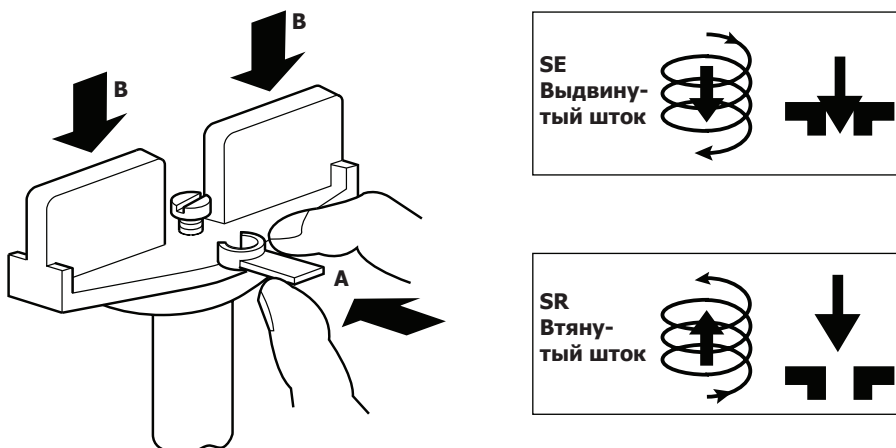

Рис. 25
Снимите стопор (A), потяните пружинную ручку (B) вверх и освободите механизм (рис. 25). Не выбрасывайте стопор (A), он может пригодится в будущем.